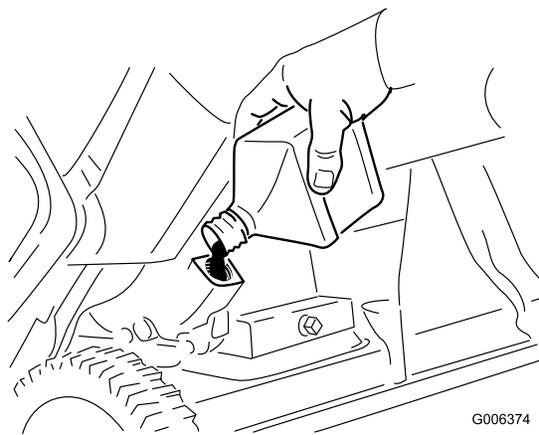

Bild 31
8. Wenn die Maschine in der Betriebsstellung ist, gießen Sie **vorsichtig** Öl in Öleinfüllloch. Warten Sie drei Minuten, damit sich das Öl setzen kann, und füllen Sie dann mehr Öl auf, bis es fast überläuft. Es sollte fast oder kein Öl in der Flasche zurückbleiben (Bild 31).